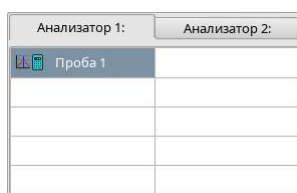

Рис.2.4-5
- Список проб анализа (хроматограмм) позволяет выбрать интересующий анализатор методики (детектор хроматографа) посредством вкладок   и пробу (хроматограмму по данному детектору в рамках анализа) выбором элемента  в списке. Пример вариантов выбора приведён на Рис.2.4-5: